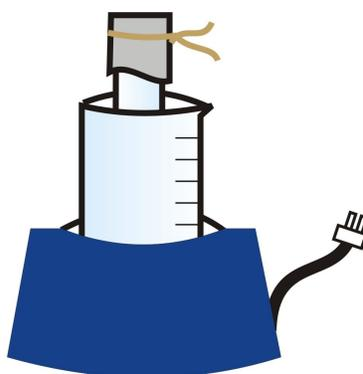

Figura 1
2. Seque completamente el tubo de ensayo calibrado, tápelo con un papel de aluminio y fíjelo suavemente con un alambre de cobre delgado. (Véase figura 1) pese el conjunto.
- Coloque el vaso de precipitado de 50 ml que contiene la mezcla azeotrópica, en la chaqueta térmica, cuando comience a hervir, introduzca el tubo de ensaye que contiene el cloroformo donde previamente se le haya hecho un pequeño orificio en el papel de aluminio con un alfiler (figura 1). Se observa que el cloroformo se evapora, cuando no haya líquido en el tubo de ensaye (NOTA: Retirar el tubo del calentamiento cuando solamente quede una gota de cloroformo y cerciorarse de que esta gota termina de evaporar una vez fuera del calor). Déjelo enfriar a temperatura ambiente y péselo con el líquido condensado.